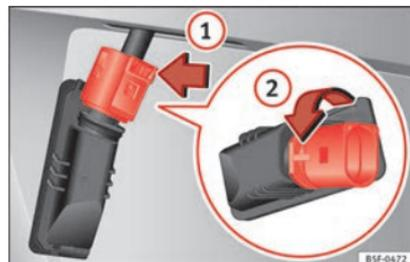

Fig. 118 Éclairage de la plaque d'immatriculation : démonter le porte-ampoule.
3. Sur le verrouillage du connecteur, appuyez » fig. 118 dans le sens de la flèche ① et tirez sur le connecteur.
4. Tournez la douille dans le sens de la flèche ② et retirez-le avec l'ampoule.
6. Insérez la douille dans l'éclairage de la plaque d'immatriculation et tournez dans le sens contraire de la flèche ② jusqu'en butée.